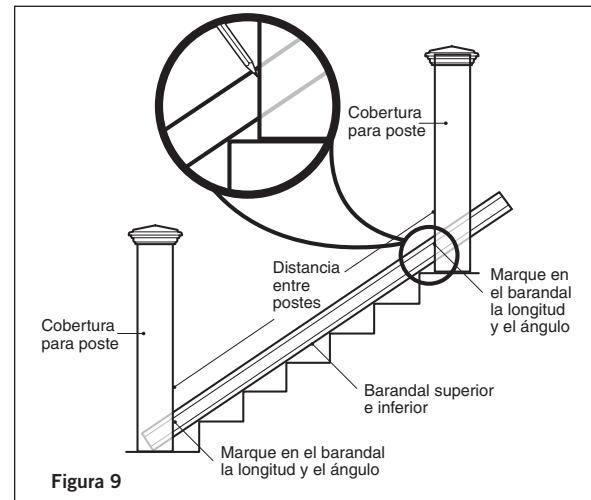

Figura 9
**Paso 4** Mida la distancia entre las coberturas para postes instaladas para determinar la longitud de los barandales superior e inferior. Coloque el barandal inferior en la escalera con los orificios taladrados previamente hacia abajo. La distancia entre el poste y el primer balaustre deberá ser menor de 4" y ser igual en ambos extremos. Marque el ángulo y la longitud. Haga lo mismo con el barandal superior. Recorte 1/4" adicional en ambos extremos (1/2" en total) para que el soporte queda entre el barandal y el poste. Recorte los barandales superior e inferior a la longitud correcta con el mismo ángulo (**Figura 9**).